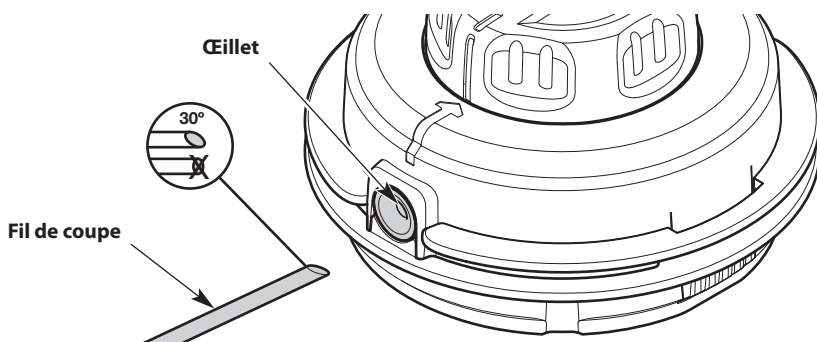

Fig. 23
- Coupez deux fils de coupe de 3 m (10 pi) chacun. Coupez une extrémité de chaque fil à un angle de 30 degrés (Fig. 23).
- Insérer un des fils dans un œillet (Fig. 23).
- Insérer l'extrémité coupée à un angle de 30 degrés (Fig. 23).